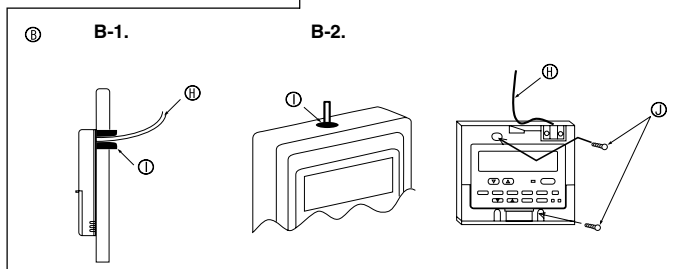

Fig. 6-3
(2) Sceller l'entrée de service du cordon de la télécommande avec du mastic pour éviter toute invasion possible de rosée, d'eau, de cafards ou de vers. (Fig. 6-3)
[Fig. 6-3]